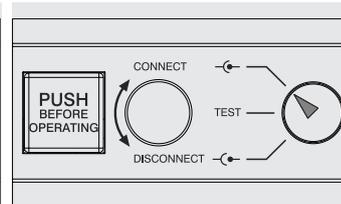

Figura 54
- interruttore in posizione di inserito (vedi Figura 54)